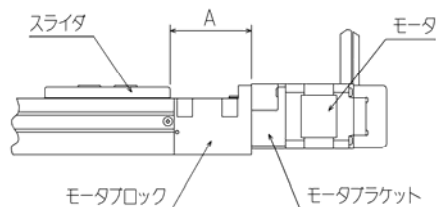

図 5.4-3
- (4) 軸とコントローラを接続し、電源を入れてください。接続方法はKCA-01-M05取扱説明書(基本編)2.8.6項を参照してください。
- (5) パラメータ1のサーボゲイン(位置/速度)を“0”に設定してください。設定方法は、KCA-01-M05取扱説明書(基本編)3.3.3, 3.3.4項を参照してください。
- (6) パラメータ2の原点復帰方式の値を3に設定してください。設定方法は、KCA-01-M05取扱説明書(基本編)3.4.9項を参照してください。
- (7) 原点復帰動作を行い、モータが停止した後にスライダ端面を手でモータブロック端面から A の距離位置に移動させてください。(図 5.4-3 参照)
- (9) 再度、電源を ON しサーボゲイン (位置/速度) をもとに戻し、パラメータ 2 の原点復帰方式の値を 2 に設定してください。
- (10) 電源 OFF → ON 後、原点復帰をして図 5.4-3 のようになるか確認してください。
- (11) 前述 (3) の手順でステンレスシートを元のように組み立ててください。ステンレスシートは、たるみが生じないようにピンと張ってください。